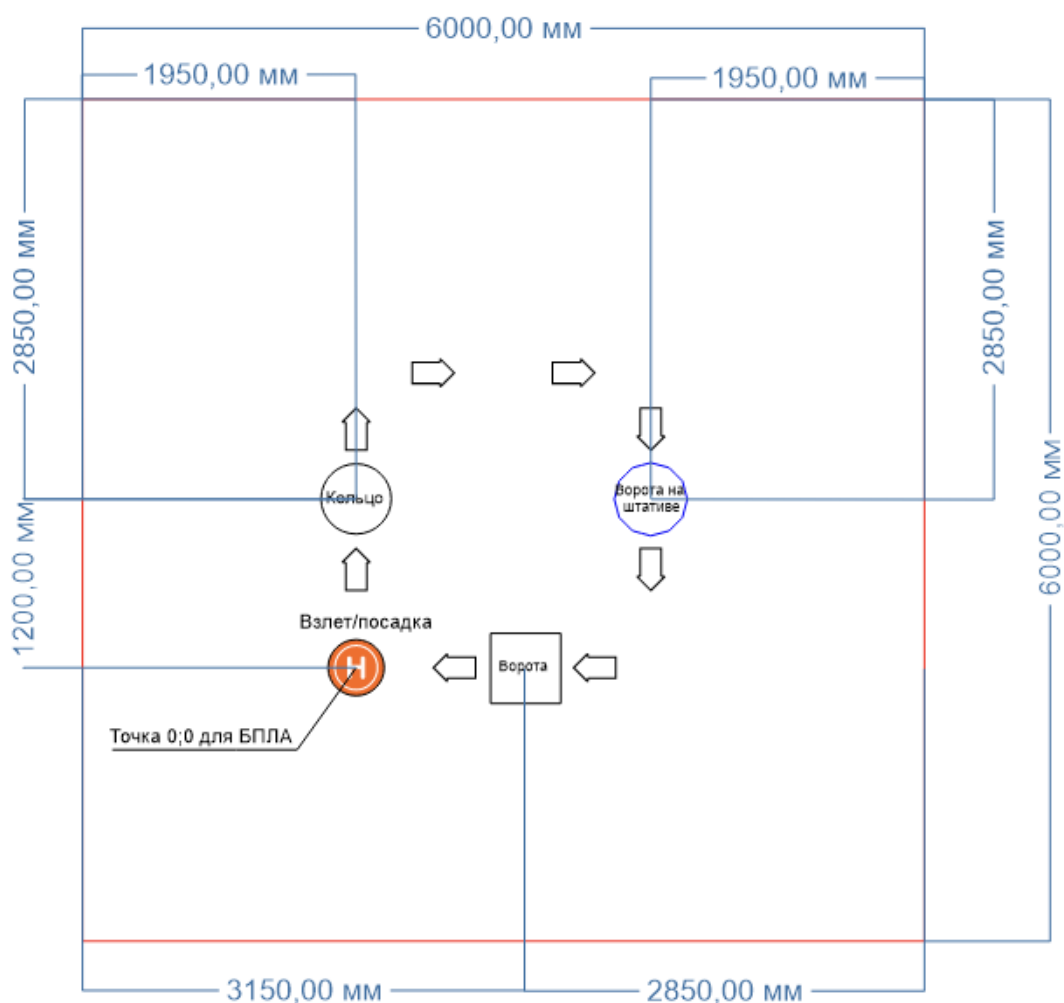

Рисунок 1. Маршрут БПЛА мультироторного типа
2.2 БПЛА мультироторного типа должен совершить полет согласно маршруту (см. Рисунок 1).